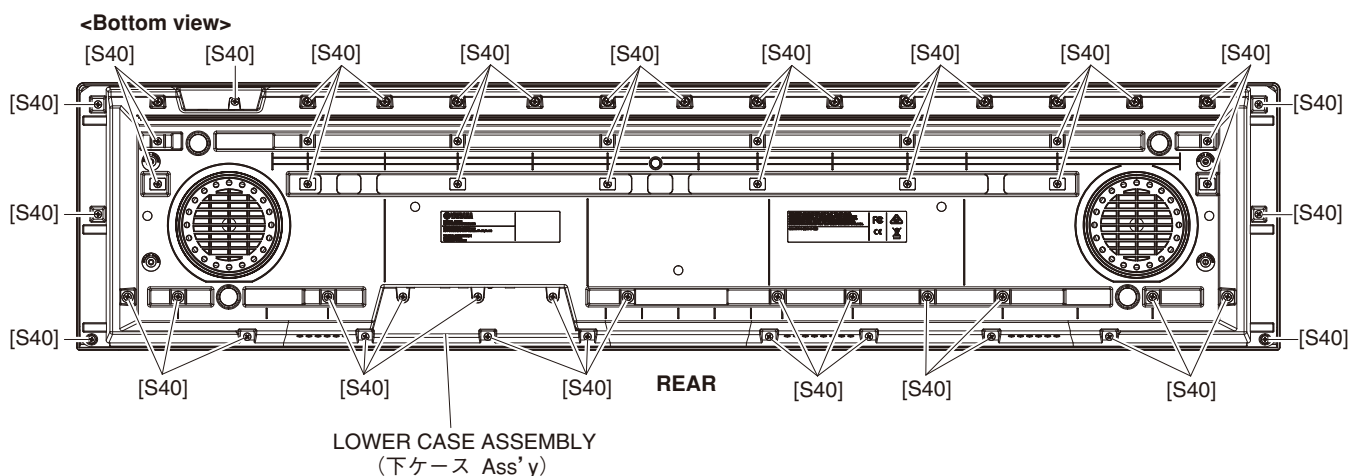
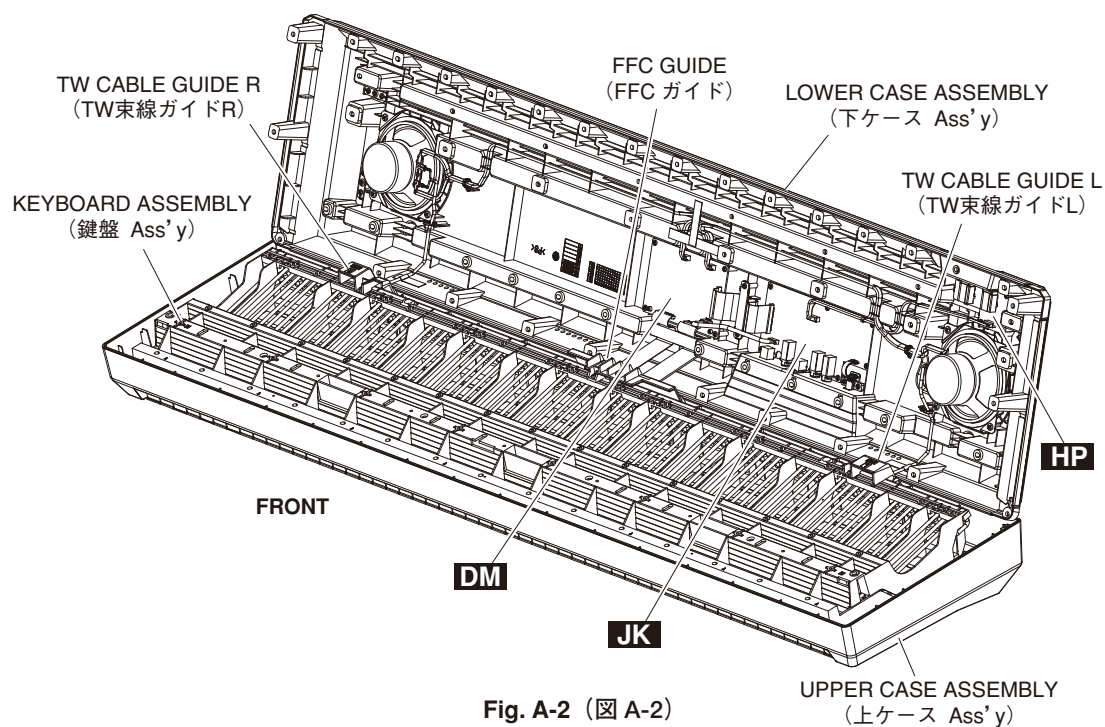

Fig. A-1 (図 A-1)
Fig. A-2 (図 A-2)
- A-1-1. Remove the fifty-eight (58) screws marked [S40]. The lower case assembly can then be removed. (Fig. A-1) (Fig. A-2)
- A-1-1. [S40] のネジ 58 本を外し、下ケース Ass'y を外します。(図 A-1) (図 A-2)